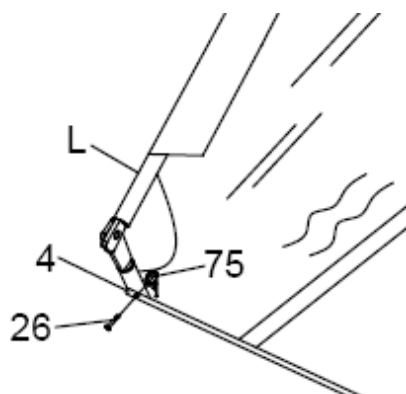

Abbildung 13
- Schieben Sie das Rahmenblech (4) am abgenähten Rand der Auffangtasche (6) ein.
- Verbinden Sie mit Hilfe der Bolzen (76) und der Splinte (75) beidseitig das Rahmenblech mit den unteren Rahmenrohren (M) (siehe Abbildung 13).